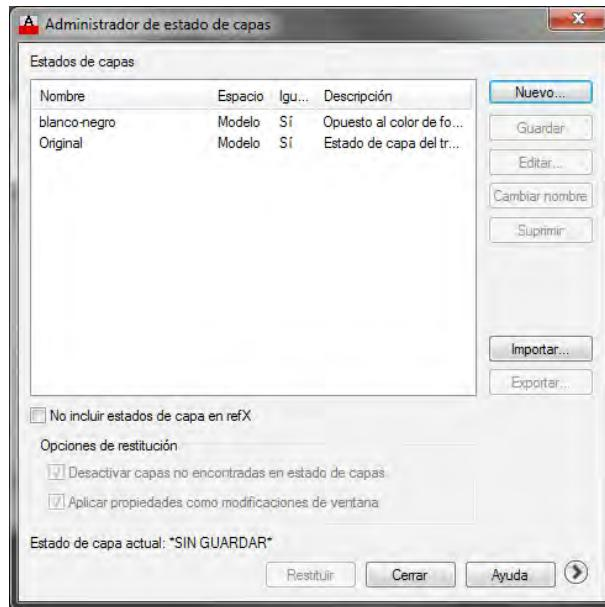
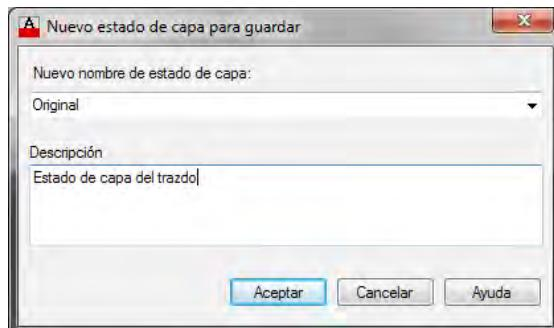

Figura 9.27. Cuadro de diálogo Administrador de estados de capa.
Figura 9.28. Cuadro Nuevo estado de capa para guardar.
- Modificaciones en la visualización del propio cuadro de diálogo, permitiendo **Mostrar el árbol de filtros** o no mostrarlo, si se desactiva la marca de esta opción. Así mismo, se pueden añadir a la lista de capas los filtros de capa tanto de propiedades como de grupo, si se marca la opción **Mostrar filtros en lista de capas**. El objetivo de esta opción es aplicar de un modo global, a todas las capas que pertenecen al filtro, una modificación de alguna de sus propiedades, por ejemplo, inutilizar todas las capas de un filtro. Observe en la figura 9.28, que cuando una de las propiedades de un filtro de capa es diferente, aparece un ícono combinado o la descripción *Varios.
Siguiendo con el mismo ejemplo anterior, guardaremos los dos estados de capa mostrados en las figuras 9.24 y 9.25. Para ello, obtendremos el cuadro de diálogo **Administrador de estados de capa** (figura 9.27). Para guardar el estado actual se debe pulsar el botón **Nuevo**, que accede a otro cuadro de diálogo: **Nuevo estado de capa para guardar**, donde se introduce el nombre y, opcionalmente, la descripción del estado de capa actual (figura 9.28). Para volver al Administrador, pulse **Aceptar**.
Por último, si la casilla **Desactivar capas no encontradas en estado de capa** (figura 9.27) está marcada, al restaurar un estado de capa guardado, las nuevas capas creadas desde entonces se desactivarán para que el dibujo tenga el mismo aspecto que cuando se guardó el estado de capa en cuestión.